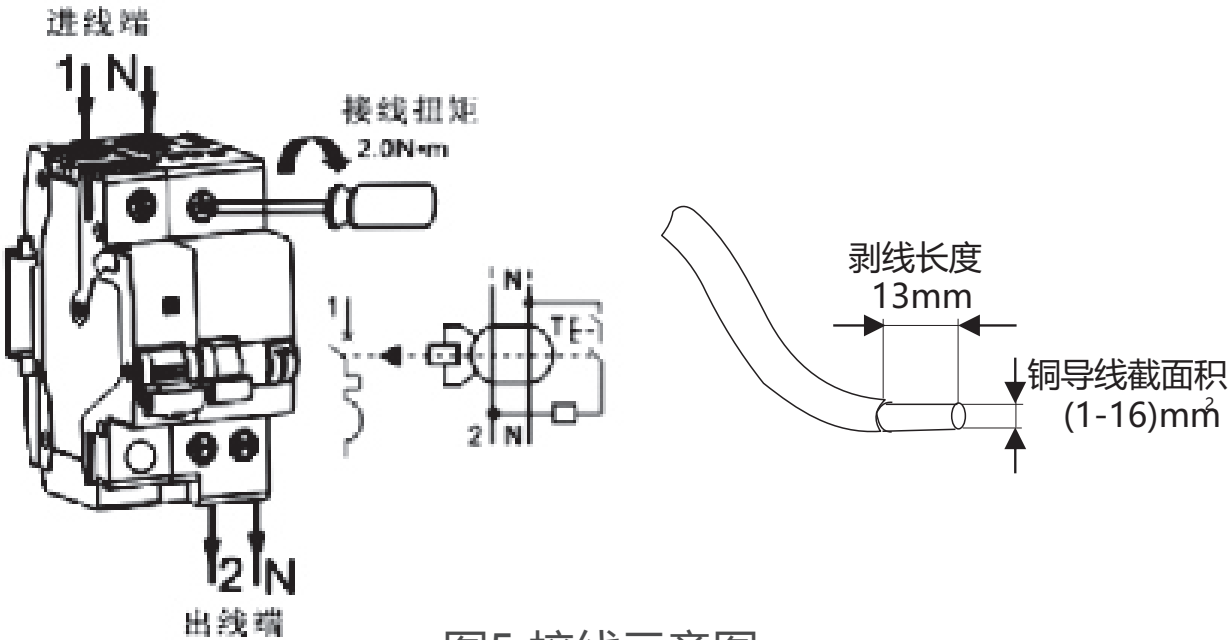

图5 接线示意图
6.4 适用于铜导线连接，导线选择见表1，接线方式及剥线长度示意如图5。